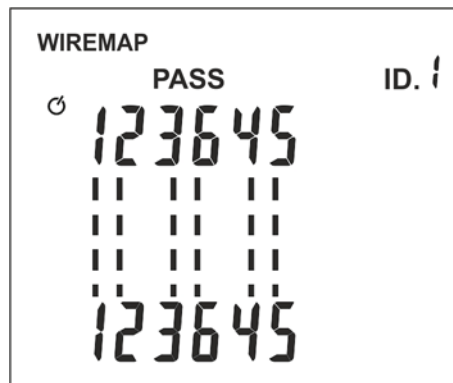

Abb. 11: Anzeige vom korrekten Testergebnis am Kabel mit RJ11 Stecker
4. Drücken Sie die Taste **TEST/←**. Das Gerät führt den Test durch, und die Meldung "**PASS**" erscheint im Display, wenn das Ergebnis korrekt ist (siehe Abb. 11), oder das Symbol "**⚠**" zusammen mit den blinkenden Paaren, falls Fehler an der Verkabelung ermittelt wurden (siehe § 0).